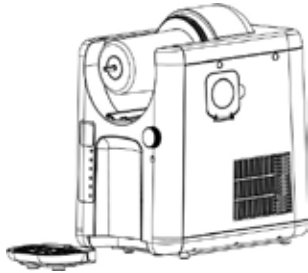

Fig. 1
8. Insérez le bac d'égouttage dans le bas de l'appareil (Fig. 1).